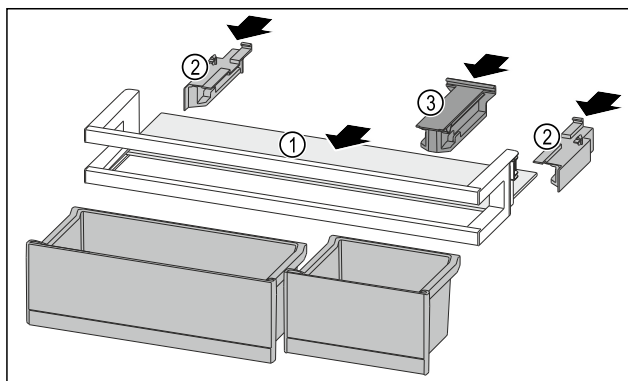

Fig. 118
- Draagplateau Fig. 118 (1) in de zijdelingse inkepingen schuiven.
- Zijdelen Fig. 118 (2) plaatsen.
- Bevestigingsdeel Fig. 118 (3) plaatsen.